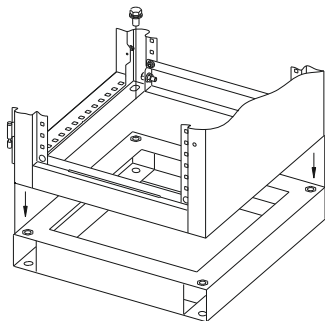

Рисунок 28
20.2 Закрепите цоколь четырьмя болтами М12×25 с шайбами (рисунок 28). Момент затяжки 56 Н·м.